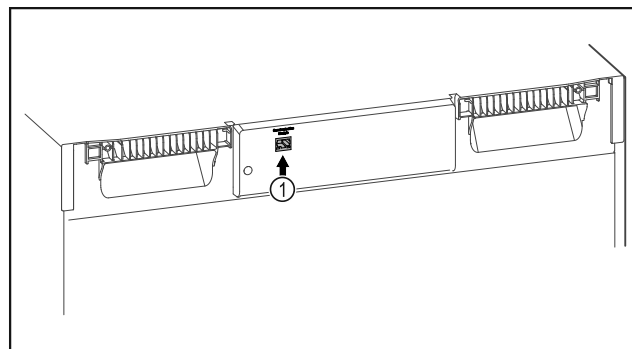

Fig. 98
- SmartModule Fig. 98 (1) ist eingesetzt.